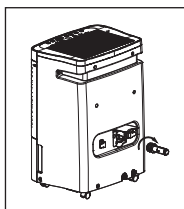

fig. 2
- Atornille bien la conexión del drenaje en la parte roscada del conector de drenaje de la unidad. (fig.2&3)